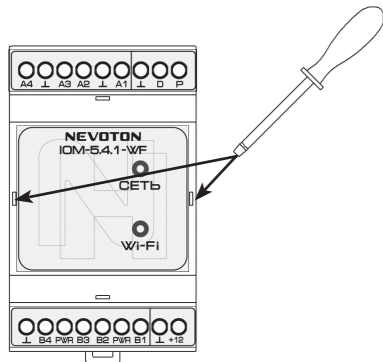

Рисунок 9. Места установки шлица отвертки в гнезда фиксатора
- установить шлиц отвертки в гнездо фиксатора (слева или справа, рис. 9) на лицевой панели Устройства;
- поддеть съемную крышку лицевой панели (5) вверх.